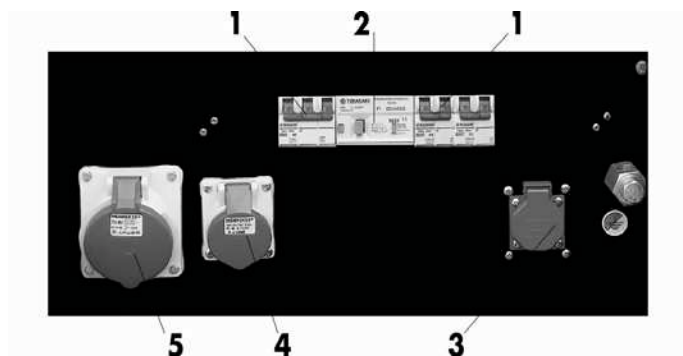

Bild Nr 4
- BASIS-STECKDOSENTAFEL** Siehe Bild Nr. 4